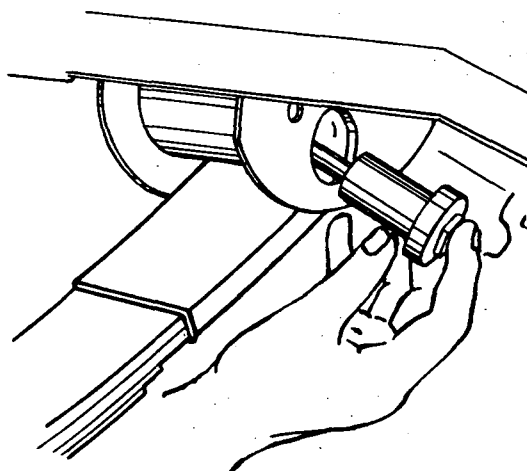

Fig. 1
- a Coloque o feixe de molas em seu suporte dianteiro com o pino (fig. 1).